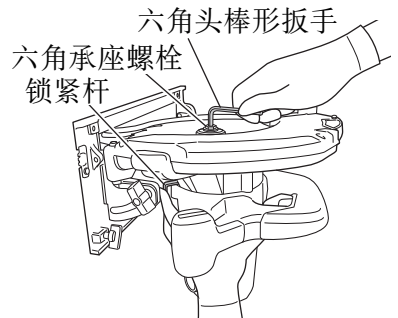

图 13
- (1) 将锯割深度调到最大，将电圆锯如图 13 所示放置。
- (2) 压住锁紧杆，锁住主轴，然后用六角条形扳手拆下内六角螺栓。
- (3) 握住下部防护杆以使下部防护完全缩回到锯盖内，拆下锯片。